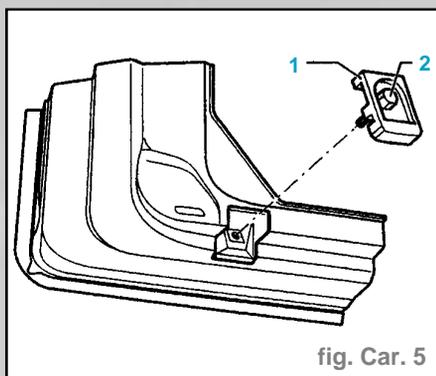

fig. Car. 5
- Serrer la butée de réglage inférieure (1) (sur le revêtement de la jupe AR) avec la vis six pans (2) sans forcer (fig. Car. 5).
- Fermer le hayon (4) et le mettre en parfait alignement ; pendant l'opération, la serrure du hayon doit s'enclencher dans le deuxième cran de la gâche.
- La butée de réglage (3) est alors poussée dans la position correcte.
- Ouvrir le hayon et serrer la vis de calage (2) à **0,2 daN.m.**
- Régler la butée de réglage (1) de l'intérieur au moyen d'un calibre sur un écart de **1 mm** par rapport au revêtement de la jupe AR (fig. Car. 5).